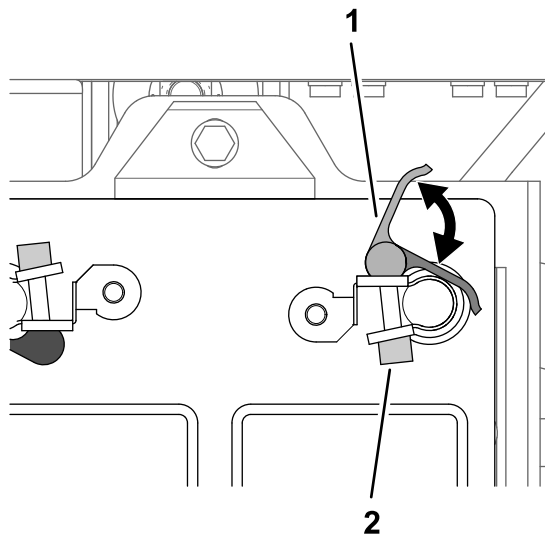

Figura 210
- Abra o manípulo do trinco do grampo de ligação rápida com o manípulo preto (Figura 210).
- Feche a pega do trinco do grampo de ligação rápida (Figura 210).